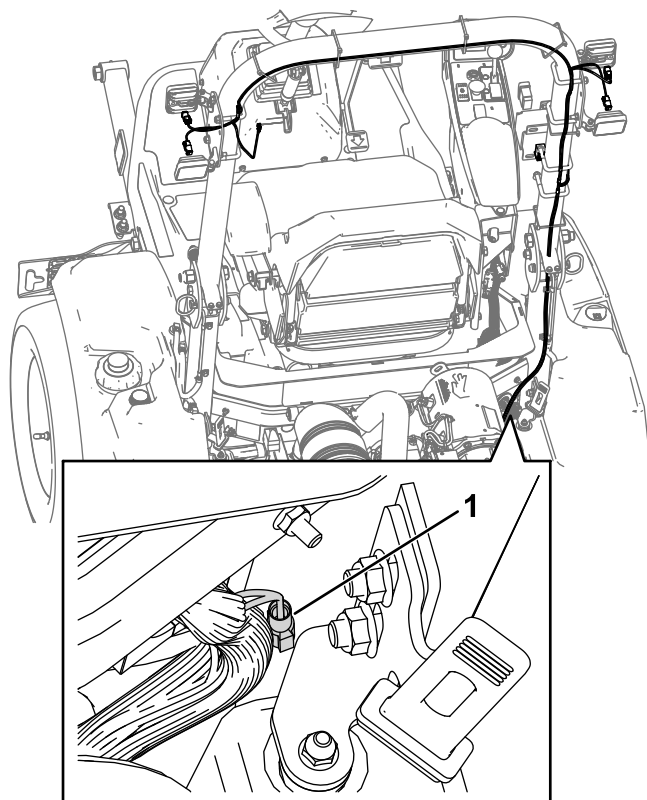

Figura 7
3. Levante el capó y localice el conector con pestaña suelta en el arnés de cables principal a la derecha de la máquina (Figura 7).